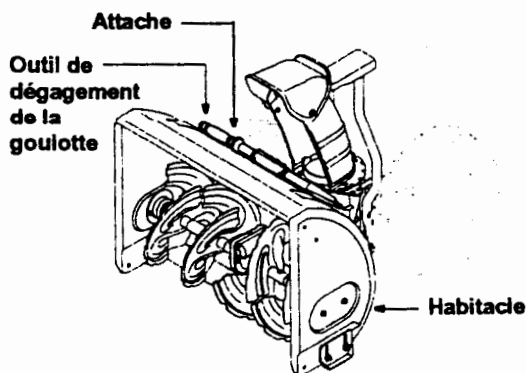

Figure 13
3. Détachez l'outil de dégagement de la goulotte de sa position sur l'arrière de l'habitacle de la tarière. Voir la Figure 13.